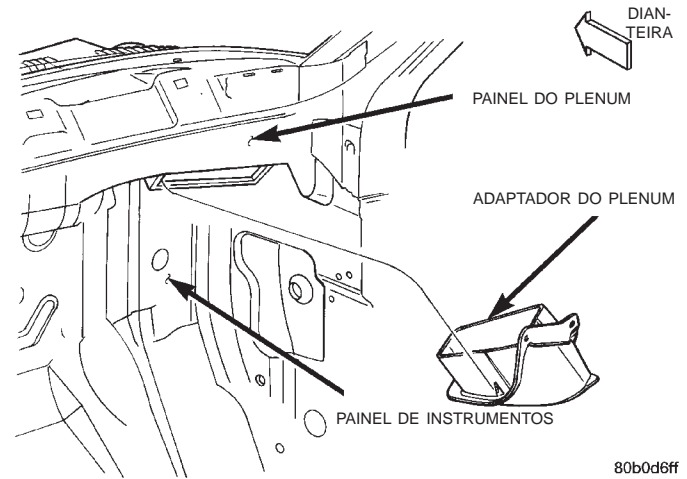

Fig. 68 Remoção/Instalação do Adaptador do Plenum do Alojamento do aquecedor-A/C
(1) Remova o alojamento do aquecedor-A/C do veículo. Consulte “Alojamento do Aquecedor-A/C” na seção “Remoção e Instalação”, deste grupo, para obter os procedimentos.
(2) Deslize o adaptador do plenum do alojamento do aquecedor-A/C (Fig. 68) totalmente para um lado da abertura do plenum.